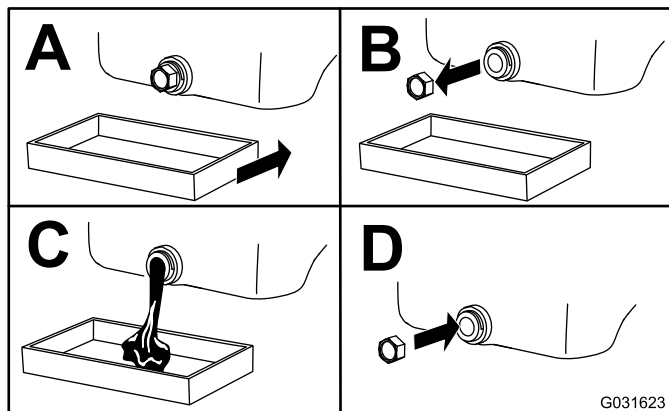

Bild 86
5. Wechseln Sie das Motoröl, wie in Bild 86 abgebildet.